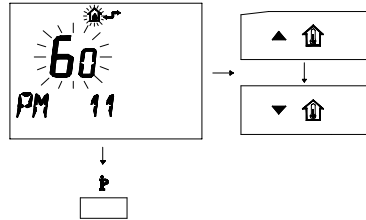

fig. 5.39
- 4 Per modificare il *SET* programmato agire sui pulsanti ▲ ↑ o ▼ ↓ e aspettare che il numero programmato cominci a lampeggiare (fig. 5.39)